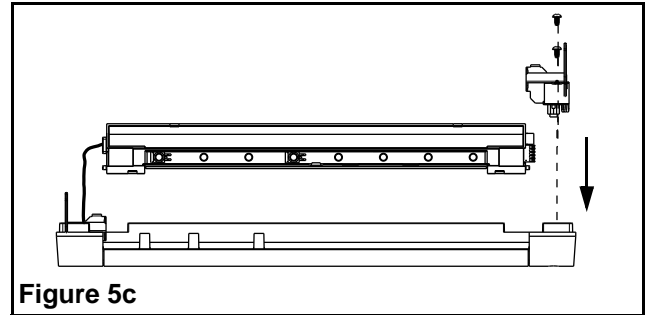

Figure 5c
- c. Réinstallez le module électronique ainsi que la plaque de fixation, cette fois orienté tel qu'illustré à la (Figure 5c). Pour les unités dotées de transformateurs, rebranchez le faisceau du transformateur au module électronique.